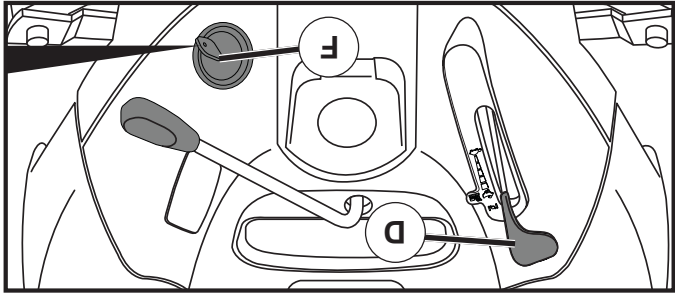

Fig. 7
- Mueva el control de aceleración (D) a la posición rápida.
**AVISO:** No mover el control de aceleración a la posición rápida antes de parar puede causar que el motor tenga un "pistoneo". Gire la llave de ignición (F) a la posición de apagado "STOP" y remueva la llave al abandonar el tractor para evitar el uso no autorizado.
### PARA USAR EL CONTROL DE LA ACELERACIÓN (D) (Vea Fig. 7)